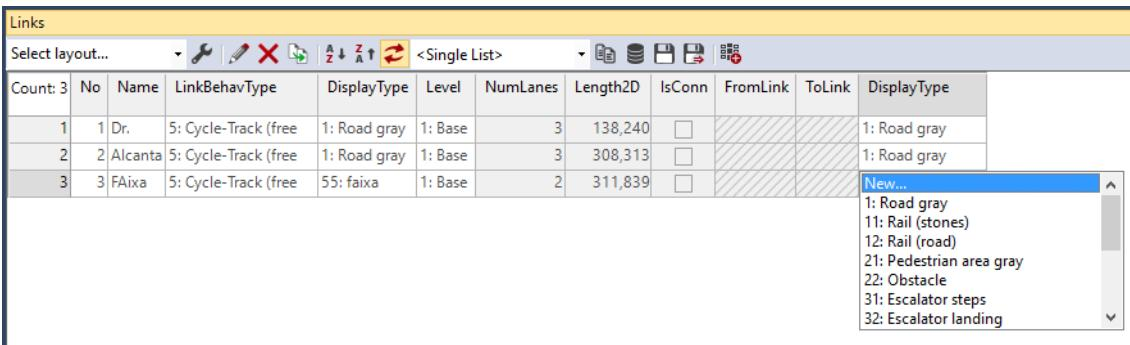

Figura 10
16. Para alterar a cor das faixas reversas, basta configurar o link na caixa de listas (**Lists/Network/Links**). No link Faixa Reversa, vá em Display Type e selecione New, como na Figura 10: